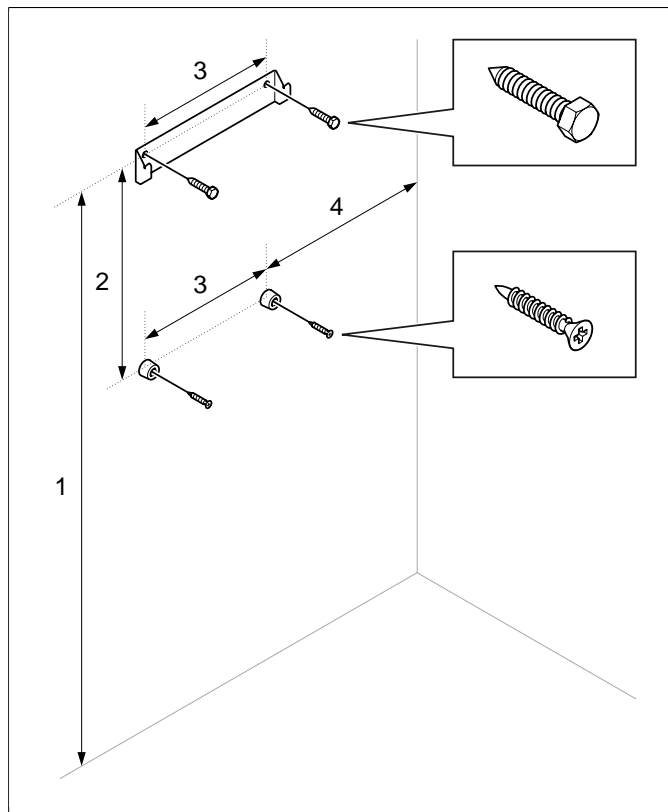

Fig 10: Konsol med skruvar och distanser
8. Montera konsolen och distanserna på väggen enligt måttsättning (se **Fig 10**, sidan 5).